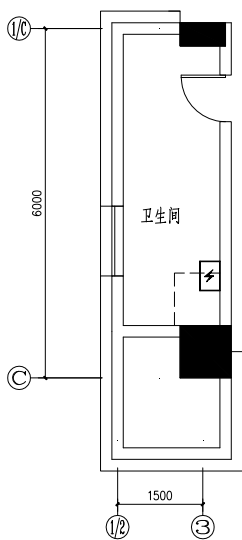

图 14-12 打开卫生间对建筑平面素材
**01** 打开素材文件。按下 Ctrl+O 组合键，打开配套光盘提供的“第 14 章/卫生间原建筑平面图.dwg”文件，结果如图 14-12 所示。